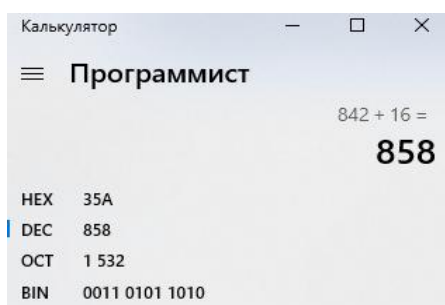

Рисунок 29
- вычислить физический адрес: к четырем последним цифрам серийного номера счетчика прибавить 16, перевести в формат HEX (режим калькулятора «Программист», рисунок 29) и получившееся значение ввести в поле «Адрес ПУ». Например, серийный номер счетчика 211500120400842 - В этом случае в поле следует вводить 35A (латинские буквы);